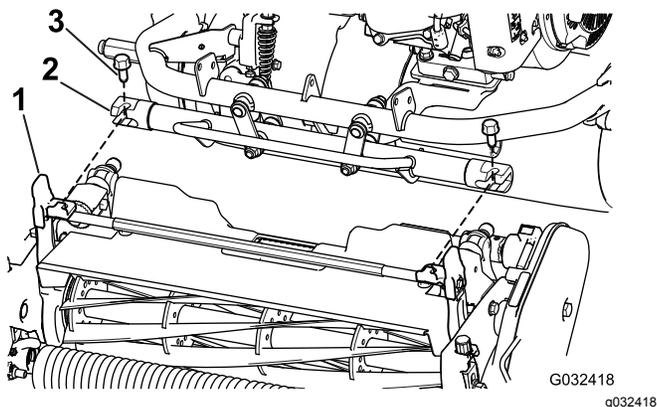

Figura 7
4. Manobre a estrutura da unidade de tração (Figura 7) para a frente até engatar nos braços articulados da unidade de corte.
5. Fixe a estrutura da unidade de tração aos braços articulados da unidade de corte com 2 parafusos de $\frac{3}{8} \times \frac{3}{4}$ pol. (Figura 7).